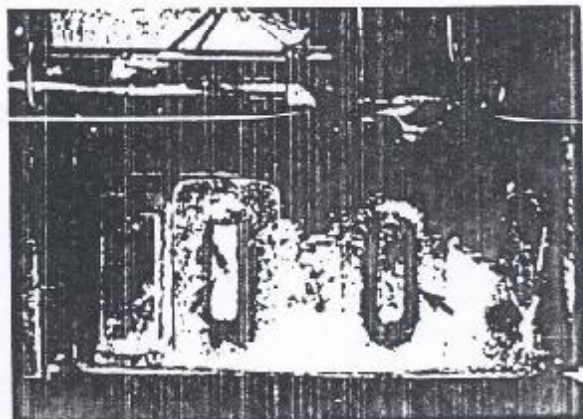

Figura 2.01.2 - Fixação do tanque de combustível
6. Remover as porcas e arruelas de fixação dos suportes do tanque de combustível e remover os suportes e o tanque (Figura 2.01.2).
3. Instalar os suportes do tanque de combustível; instalar as arruelas e porcas de fixação e apertá-las ao torque de 5 Nm (Figura 2.01.2).